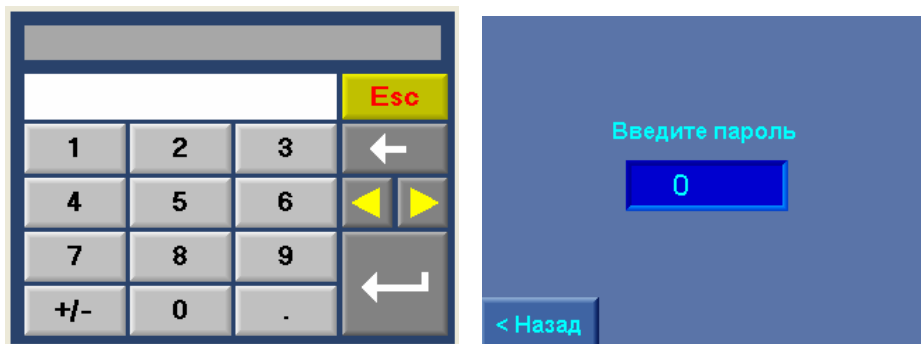

Рис. 10.1. Меню ввода а) параметра, б) пароля
- 3) Прямая запись: при касании индикатора заданной частоты производится вызов меню ввода параметров (рис. 10.1), в котором производится запись требуемого значения. После завершения записи нажать клавишу «Ввод».
Программирование значения параметра производится либо последовательным нажатием соответствующей клавиши экрана, либо нажатием на поверхность экрана пальцем в области изображения программируемого параметра. При этом появляется меню ввода параметра (рис. 10.1 а).
Ввод параметра производится последовательным нажатием на клавиши экрана меню (рис. 10.1 а). Разделительный знак между целым и дробным значением – «точка». Для «стирания» введенных символов необходимо последовательно нажимать клавишу «←».
Для программирования структуры комплекса необходимо в Меню перехода (рис. 7.2) нажать клавишу «**Структура комплекса**». В том случае, если пароль доступа первого уровня не введен (при его отличии от нулевого значения), система запрашивает ввод пароля, при этом производится переход к меню рис. 10.1 б).
Программирование количества насосов производится касанием экрана БУК в области программируемого значения, при этом появляется меню ввода параметра (рис. 10.1). После записи параметра и нажатия клавиши «Ввод» производится возврат к исходному меню.
Программирование структуры и параметров рабочих групп насосов производится в меню Рабочие группы. Переход к меню производится нажатием клавиши «Рабочие группы» меню Структура комплекса (рис. 10.1).